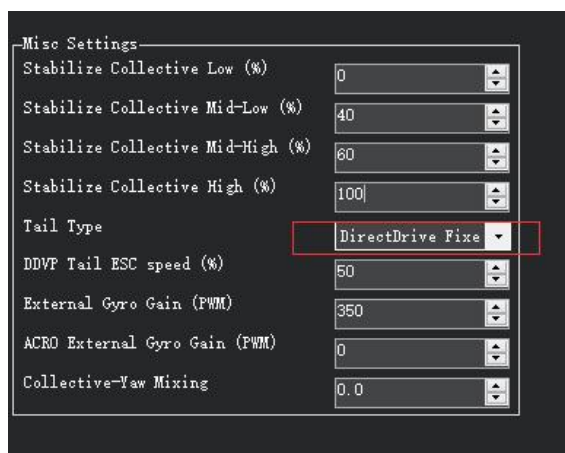
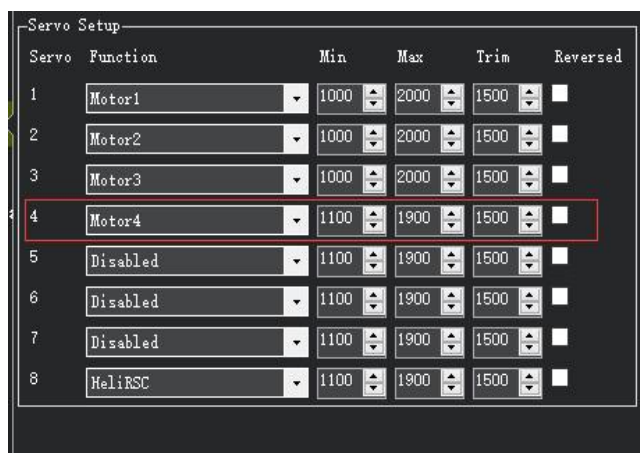

图 9 配置成 Direct Drive Fixed Pitch Counter-Clockwise
图 10 配置输出通道
5. Direct Drive Fixed Pitch Counter-Clockwise (DDFP CCW)：逆时针电机驱动固定螺距，尾桨由电机驱动，电机的电调由 ArduPilot 控制，以保持偏航稳定性和偏航方向。从直升机上方观察时，与逆时针旋转的主旋翼一起使用。如下图 9 所示，在 Tail Type 下拉菜单中选择 Direct Drive Fixed Pitch Clockwise (DDFP CW) 即可配置为逆时针电机驱动固定螺距控制。如下图 10 所示，将参数 SERVOx\_FUNCTION 设置成 “Motor4” 控制尾电机（默认为 4 通道输出）。